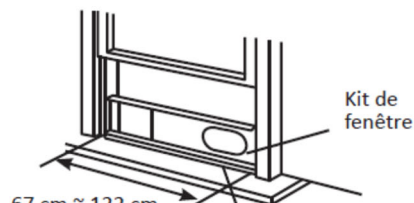

Fig.9
3. Stel de lengte van de raamschuifkit af op de breedte van het raam, kort de verstelbare raamkit in als de breedte van het raam kleiner is dan 26,5 (type I) of 22,1 (type II) inch. Open de raamvleugel en plaats de raamschuifkit op de raamkruk. Afb.9